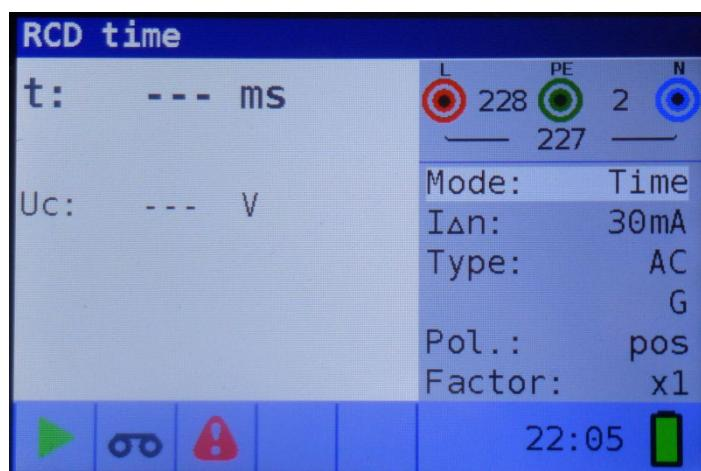

Abbildung 5-15 : Menü zur Messung der Auslösezeit
Schritt 3 Schließen Sie die Messleitungen an das Gerät an und folgen Sie dem in Abbildung 5.15 gezeigten Anschlussplan, um die Kontaktspannung zu messen.
Schritt 3 Schließen Sie die Leitungen an das Gerät an und folgen Sie dem Anschlussplan in Abbildung 5.15 (siehe Kapitel 5.3.6 Kontaktspannung), um die Messung der Auslösezeit durchzuführen.
Schritt 3 Schließen Sie die Messleitungen an das Gerät an und folgen Sie dem in Abbildung 5.15 gezeigten Anschlussplan (siehe Kapitel 5.3.6 Berührungsspannung), um Auslösestrommessungen durchzuführen.
Schritt 3 Schließen Sie die Messleitungen an das Gerät an und folgen Sie dem Anschlussplan in Abbildung 5.15 (siehe auch Kapitel 5.3.6 *Berührungsspannung*), um die automatische Prüfung des FI-Schutzschalters durchzuführen.